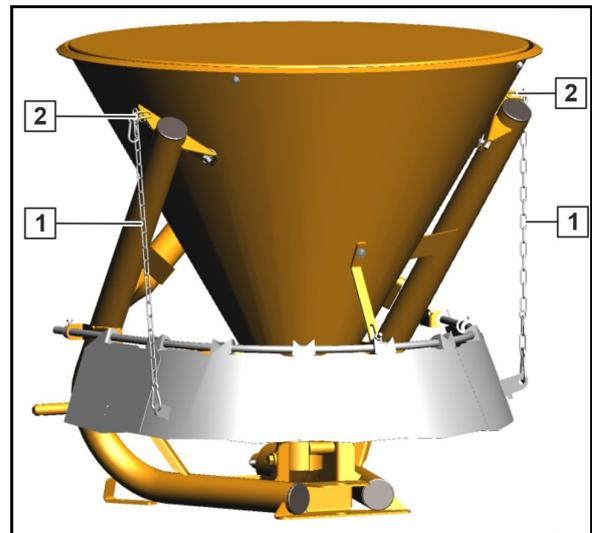

Fig. 24
1. soltar a alavanca reguladora (Fig. 24/1).
2. regular o batente do registo (Fig. 24/2) de forma que a aresta de leitura (Fig. 24/3) se encontre no valor desejado da escala.